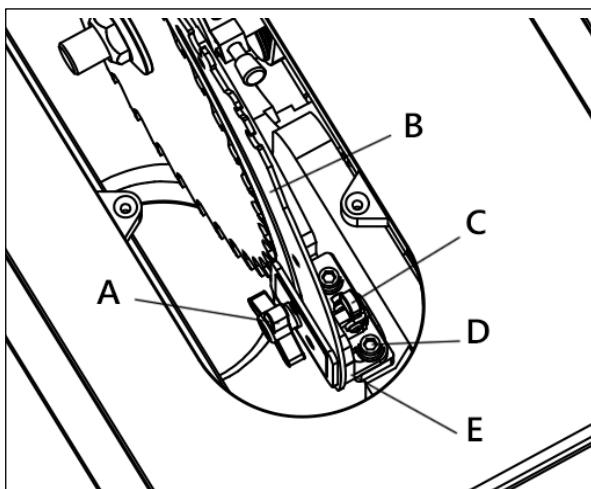

Рисунок 23.
- Расклинивающий нож предустановлен на станок. Полностью поднимите пильный диск, чтобы получить доступ к расклинивающему ножу (рис. 23).